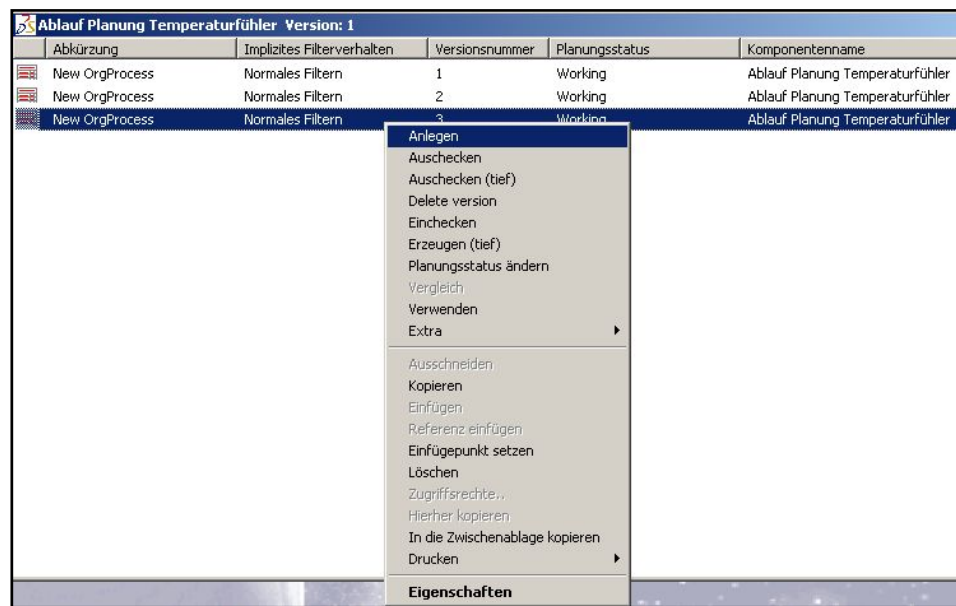

Abbildung 215: Kontextmenü bei der Versionierung
- Folgende Kontextmenüeinträge sind zu beachten (siehe Abbildung 215) :